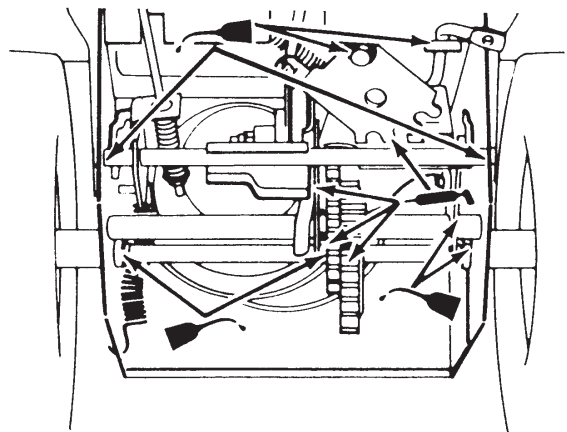

Bild 28
6. Schmieren Sie die Schneefräse leicht mit dünnflüssigem Öl wie in Bild 28 dargestellt.
8. Schmieren Sie die Schneefräse wie in Bild 28 dargestellt.